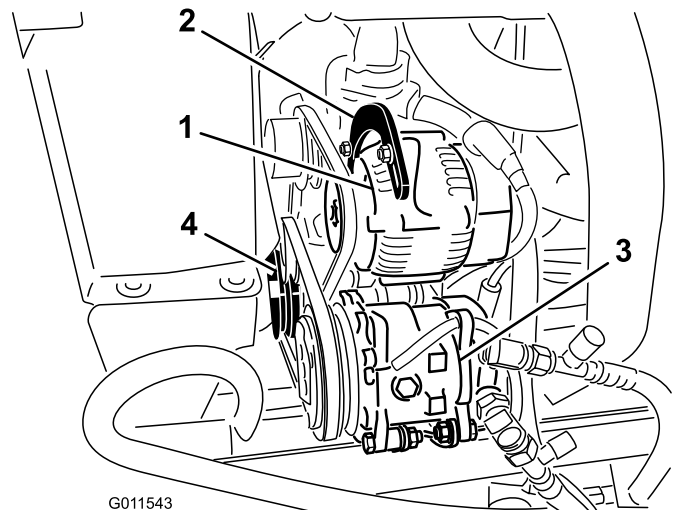

Figura 69
Compruebe la condición y la tensión de la correa (Figura 69) cada 100 horas de operación.
2. Si la desviación no es de 10 mm, afloje los pernos de montaje del alternador (Figura 69). Aumente o reduzca la tensión de la correa del alternador y apriete los pernos. Verifique de nuevo la desviación de la correa para asegurarse de que la tensión es la correcta.
2. Si la desviación no es de 3/8 pulgada (10 mm), afloje los pernos de montaje de la polea tensora (Figura 69). Aumente o reduzca la tensión de la correa del compresor y apriete el perno. Verifique de nuevo la desviación de la correa para asegurarse de que la tensión es la correcta.